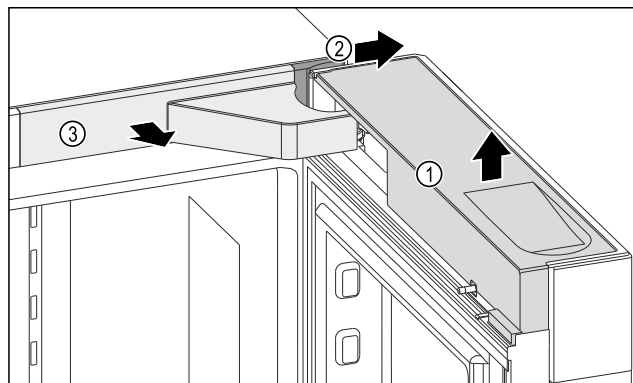

Fig. 10
- Skinite poklopac Fig. 10 (1).
- Skinite poklopac Fig. 10 (2).
- Skinite poklopac Fig. 10 (3).